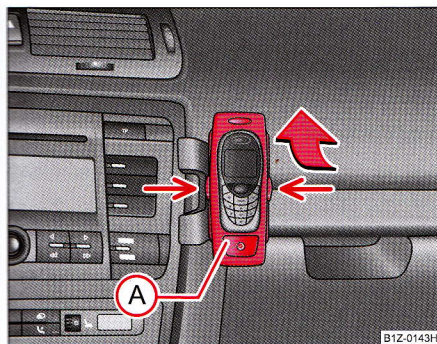

Fig. 149 Adaptare universală pentru telefon
- Împingeți mai întâi adaptorul (A) în sensul săgeții ⇒ fig. 149 în suport. Apăsăți ușor adaptorul pentru a vedea dacă s-a fixat.
- Așezați telefonul în adaptorul (A) (conform instrucțiunilor producătorului).
- Apăsăți simultan elementele de blocare laterale ale suportului și scoateți telefonul cu adaptorul ⇒ fig. 149.